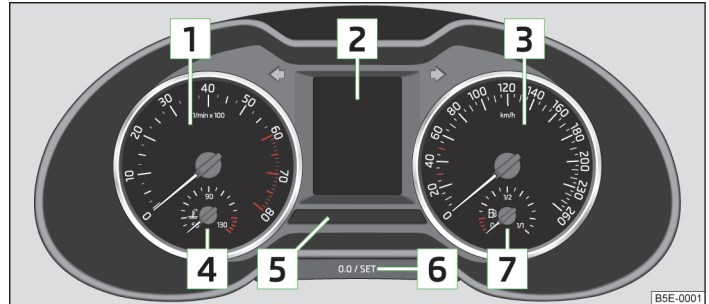

Abb. 2 Kombi-Instrument
- Betätigen Sie die Taste **6** im Kombi-Instrument » Abb. 2 auf Seite 8 niemals während der Fahrt, sondern nur bei stehendem Fahrzeug!
Der rote Skalabereich des Drehzahlmessers  » Abb. 2 auf Seite 8 kennzeichnet den Bereich, in dem das System beginnt, die Motordrehzahl zu begrenzen. Das System begrenzt die Motordrehzahl automatisch auf einen sicheren Grenzwert.
» Die Taste **6** » Abb. 2 auf Seite 8 kurz drücken.
- » Die Taste **6** » Abb. 2 auf Seite 8 drücken und gedrückt halten, bis im Display **Uhrzeit** angezeigt wird.